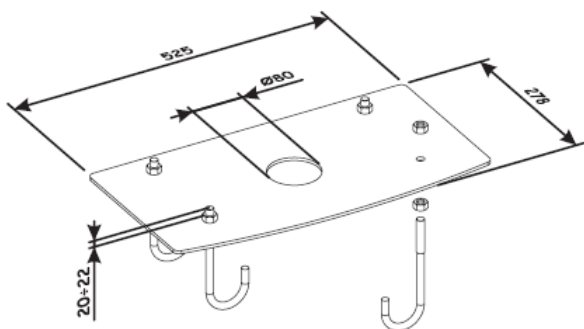

Fig. 5
- Assembler la plaque de fondation d'après la figure 5.